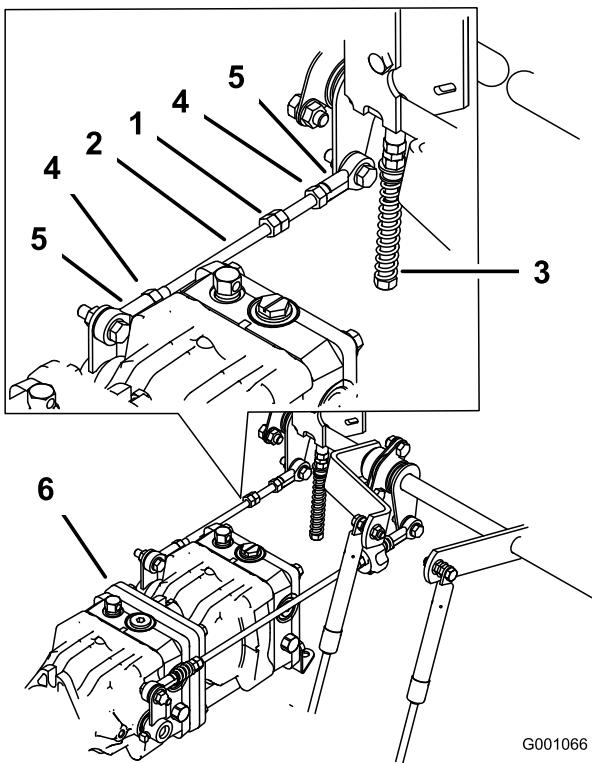

Figura 79
1. Desaperte as porcas de bloqueio nas rótulas na barra de controlo da bomba (Figura 79).
3. Ajuste o comprimento da barra da bomba rodando as porcas duplas na barra, na direção adequada, até que a roda fique parada ou a rodar ligeiramente para trás (Figura 79).
- Aperte as porcas de bloqueio nas rótulas esféricas (Figura 79).